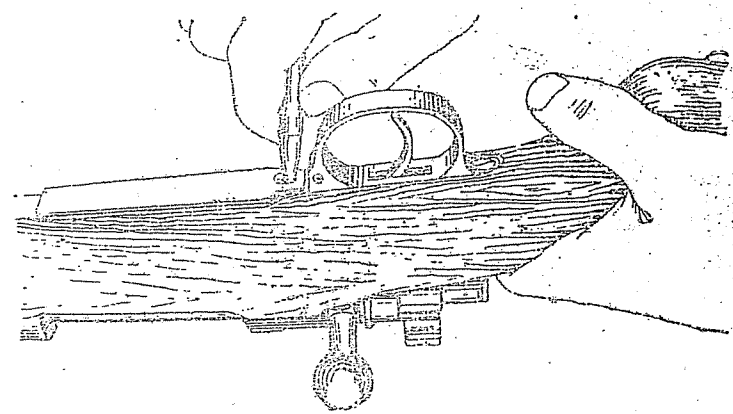

Рис. 5. Отделение крышки магазинной коробки
4. Повернуть винтовку спусковой скобой кверху и нажать пулей патрона на защелку крышки магазинной коробки, оттягивая ее одновременно назад (рис. 5).